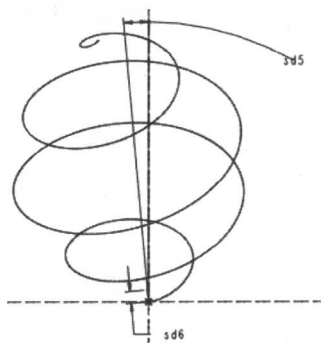
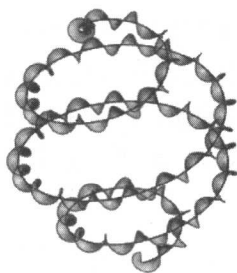

图 1-29
图 1-30
⑤ 单击菜单【工具】→【关系】，打开【关系】窗口，模型中显示尺寸代号，如图 1-29 所示。
- ⑥ 在【关系】窗口中添加关系式： $sd5=5+trajpar*360*50$ 。
- ⑦ 单击  按钮，完成草图绘制。单击特征操控板中的  按钮，完成可变剖面扫描特征的建立，结果如图 1-30 所示。